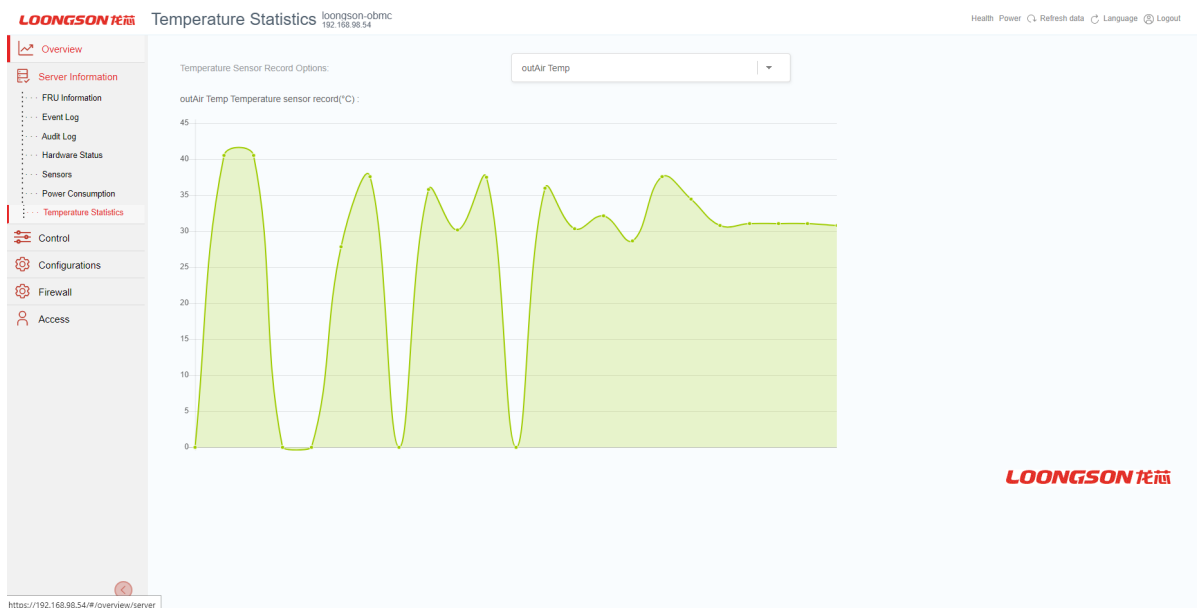

Рис. 77. Окно «Temperature Statistics»
8) Пройдите во вкладку «Server Information» → «Temperature Statistics» в данной вкладке представлен график температуры внутри сервера (температура ядер, температура входного/выходного воздуха). Окно показано на рис. 77 Окно «Temperature Statistics»